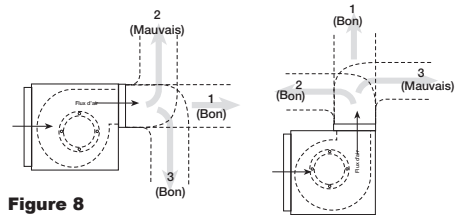

Figure 8
3. La pose des gaines est essentielle au bon fonctionnement du caisson de ventilation, voir Figure 8. Il est conseillé de prévoir une gaine droite (1) ou coudée dans